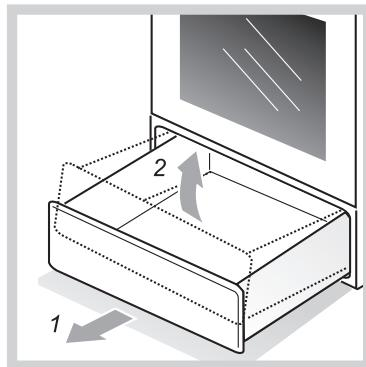

Рис.23
- Как достать ящик, показано на рис.23.